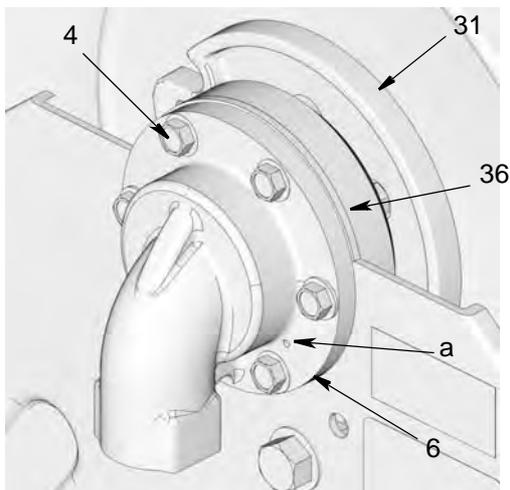

FIG. 20
- L'ingresso (6) è dotato di un foro di scarico (a) (FIG. 20), che consente di individuare tenute guaste.
2. Rimuovere le sei viti (4) (FIG. 20).